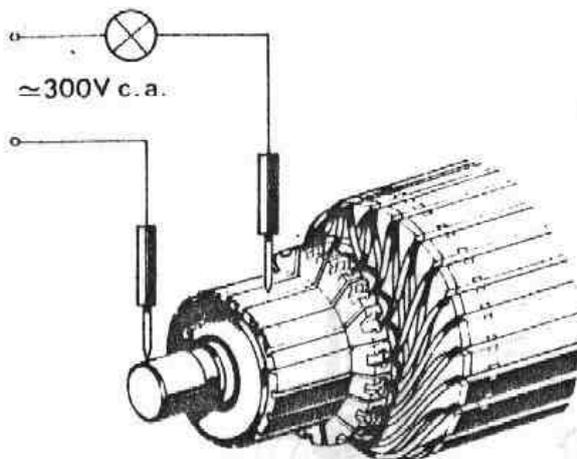

Fig. N-25
4.1.8. Comprobar el aislamiento a masa entre la delgas del colector y el eje del inducido (Fig. N-25).